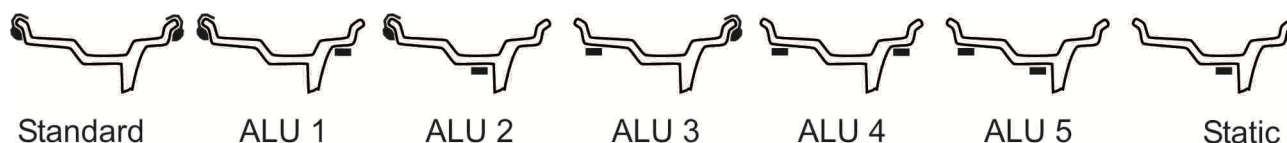

Рисунок 5.2 – Возможные схемы расположения грузов
- ❑ в станке комплектации ЛЮКС при включенном режиме прямого измерения – для схем СТАНДАРТ, ALU1, ALU3 или ALU4 (рисунок 5.2).